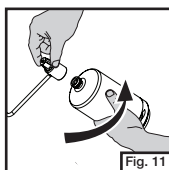

Fig. 11
- Débouchez la bouteille de propane et vissez la bouteille au détendeur, à la main. (Fig. 11)